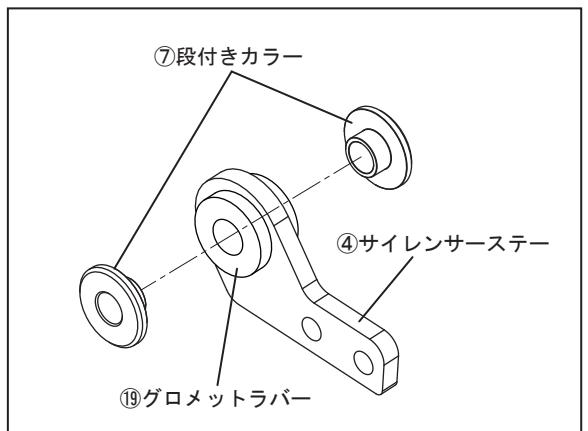

FIG. 4
5. ④サイレンサーステーに⑯グロメットラバーと⑦段付きカラーを取り付けて下さい。（FIG. 4 参照）